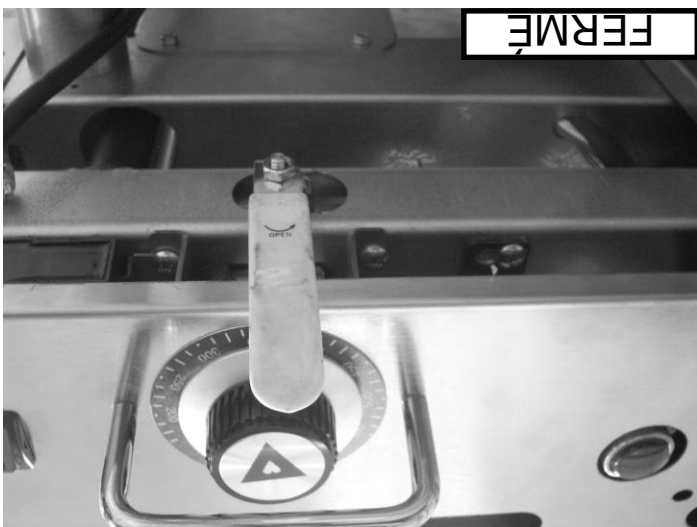

Fig. 6
1. Fermez le robinet d'arrêt de la plaque chauffante (Voir Fig. 6 à la page 9). Attendez 5 minutes pour permettre au gaz accumulé dans le compartiment des brûleurs de s'échapper.
8. Si vous avez complété les étapes 1 à 7 et que la veilleuse n'est pas allumée, fermez le robinet d'arrêt de la plaque chauffante (Voir Fig. 6 à la page 9) et contactez une agence de service autorisée.
Chaque section de 30 cm de la plaque chauffante peut être fermée de façon indépendante en réglant le thermostat correspondant à la position FERME. Vous pouvez aussi laisser tous les thermostats réglés aux positions désirées et fermer toutes les sections à la fois en fermant le robinet d'arrêt de la plaque chauffante (Fig. 6). Cela fermera l'alimentation en gaz des veilleuses et des thermostats pour toutes les sections. Pour remettre l'appareil en fonction, il faut ouvrir le robinet d'arrêt de la plaque chauffante (Fig. 5) et rallumer les veilleuses au début de la prochaine période de cuisson. Voir la procédure d'allumage de la veilluse.
Ce modèle comporte un système d'allumage électrique qui est contrôlé par un interrupteur d'alimentation à rappel. L'interrupteur d'alimentation ouvre et ferme seulement le système d'allumage électrique et fournit seulement l'alimentation aux allumeurs lorsqu'il est maintenu ouvert. Les brûleurs et les veilleuses d'allumage continueront à fonctionner lorsque l'interrupteur d'alimentation est fermé jusqu'à ce que l'alimentation en gaz à l'appareil soit coupée ou que le robinet d'arrêt du gaz de la plaque chauffante soit fermé (Fig. 6). En cas de défaillance du système d'allumage électronique, il est possible d'allumer les veilleuses à l'aide d'une source d'inflammation extérieure (telle qu'une tige pour allumer les bougies, etc.). Voir la procédure d'allumage de la veilluse.